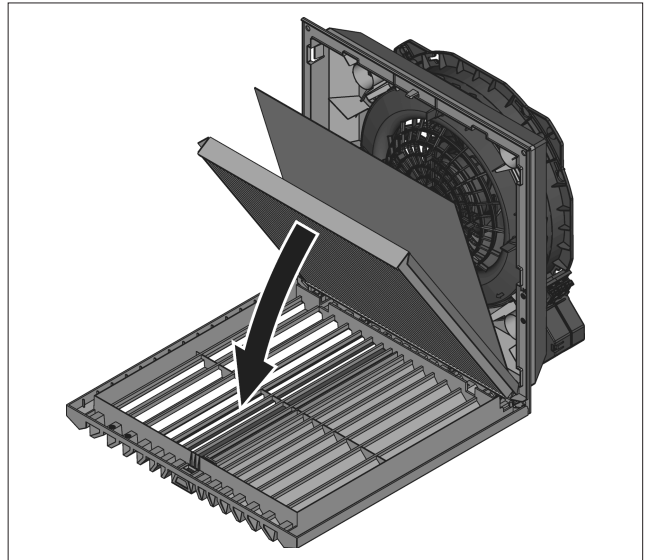

図13: プリーツフィルター IP55 の挿入
- IP55 の場合のみ: プリーツフィルターに付属の IP55 用の吸収マットを、あらかじめ挿入したプリーツフィルターの上に置いてください(図13参照)。この場合、吸収マットの取り付け向きは重要ではありません。